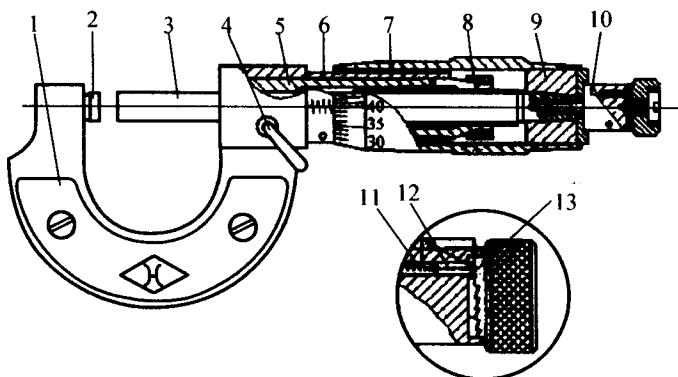

图1-7 外径千分尺
(1) 千分尺主要由尺架、砧座、固定套管、微分筒、锁紧装置、测微螺杆、测力装置等组成。它的规格按测量范围分为 $0\sim 25\text{ mm}$, $25\sim 50\text{ mm}$, $50\sim 75\text{ mm}$, $75\sim 100\text{ mm}$, $100\sim 125\text{ mm}$,使用时按被测工件的尺寸选用。外径千分尺的具体结构如图1-7所示。